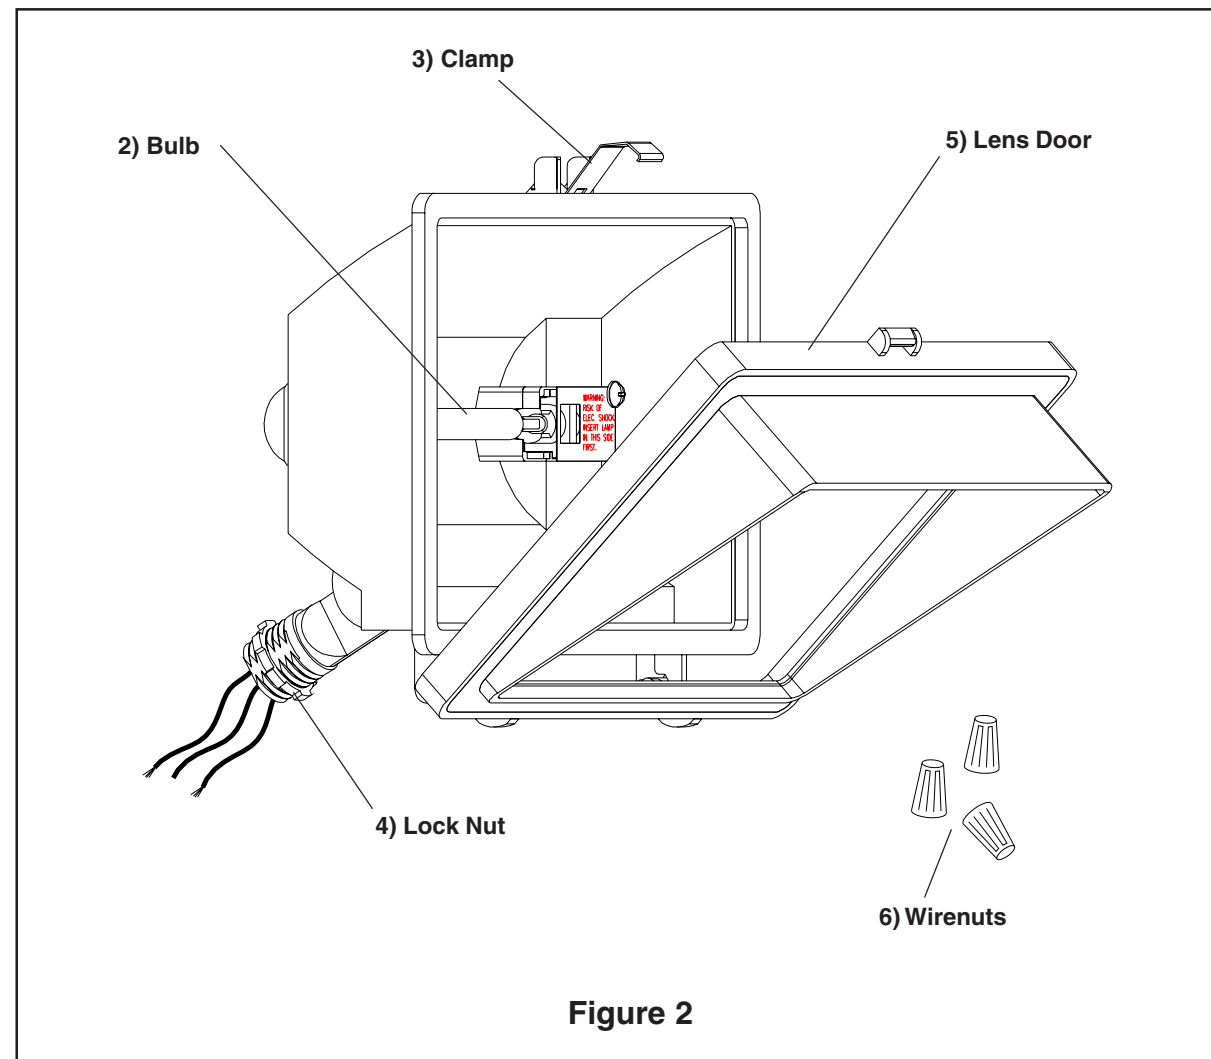

Figure 2
2. Relâcher la fixation sur le dessus du boîtier de l'appareil pour ouvrir la porte de la lentille. **Voir la fig. 2.**
3. Pour installer la lampe : **Note : Ne jamais toucher à la lampe les mains nues, car l'huile de la peau peut causer une défaillance prématurée de la lampe. Utiliser un linge, du papier, ou des gants propres pour manipuler la lampe. Installer la lampe T-3 halogène au quartz de 300 ou 500 W** dans le côté droit de la douille à ressort et pousser vers la douille jusqu'à ce que le ressort se comprime. Placer l'autre extrémité de la lampe dans la douille opposée. S'assurer que chaque extrémité de la lampe est bien appuyée sur le contact de la douille. **Voir la fig. 2.**
5. Visser l'écrou de blocage sur la partie supérieure de la rotule. **Note** : Les filets de la rotule sont de cal. 1/2-14NPS. **Voir la fig. 2.**
2. Release clamp on top of fixture housing to open Lens door. **See Fig. 2.**
3. To install bulb: **Note: Never touch bulb with bare hands as oil from skin can cause premature failure. Use clean cloth, paper, or gloves to touch bulb.** Insert 300W or 500W T-3 quartz halogen bulb into right side of spring loaded socket and push towards socket until it depresses. Position other end of bulb in opposite socket. Make sure each end of bulb is securely seated against socket contact. **See Fig. 2.**
5. Thread Lock Nut to upper end of knuckle. **Note** knuckle threads are 1/2"-14NPS. **See Fig. 2.**
2. Libere la abrazadera encima de la carcasa del luminario para abrir la puerta del Lente. **Vea Fig. 2.**
3. Para instalar la lámpara: **Nota: Nunca toque la lámpara con la mano descubierta pues aceite de la piel puede causar un fracaso prematuro. Utilice un paño limpio, papel, o guantes para tocar la lámpara.** Inserte la lámpara de halógeno de cuarzo de 300W o 500W T-3 en lado derecho del enchufe con resorte y empuje hacia el enchufe hasta que se deprima. Coloque el otro extremo de la lámpara en enchufe opuesto. Cerciórese que cada extremo de la lámpara esté asentada seguramente contra contacto del enchufe. **Vea Fig. 2.**
5. Rosque la Tuerca de Fijación al extremo superior del nudillo. **Nota:** Roscas del nudillo son de 1/2"-14NPS. **Vea Fig. 2.**